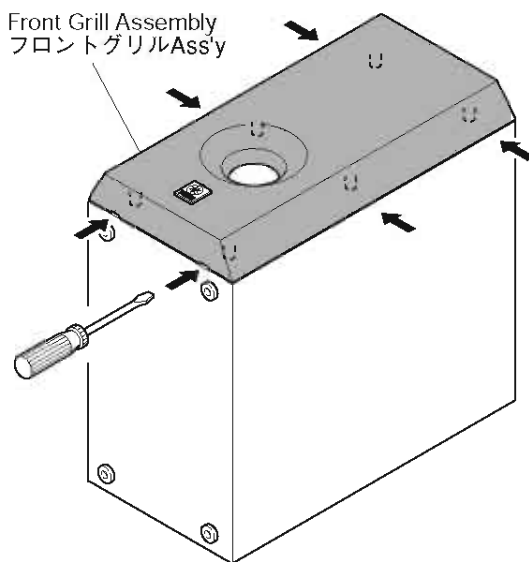

Fig. 12
Push up the Grille Assembly by applying force to the screwdriver. (Fig. 12)
- Keep pushing up the Grille Assembly gradually until it can be removed. (Fig. 12)
- 底側からマイナスドライバーを差し込み、グリルAss'yを押し上げます。(Fig. 12)
- 徐々に上面へマイナスドライバーで押し上げて、グリルAss'yを取り外します。(Fig. 12)